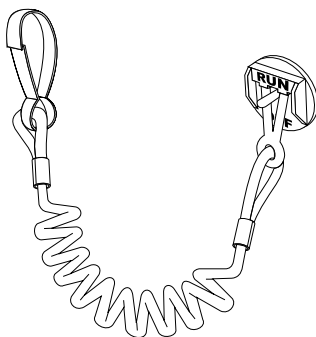

FIGURE 2-10 INTERRUPTEUR TYPE DE COURANT D'ALLUMAGE (INTERRUPTEUR D'ARRÊT D'URGENCE) AVEC CORDE DE RETENUE
13. Nager uniquement dans des lieux sûrs pour la baignade. Ces lieux sont habituellement indiqués par une bouée (figure 2-10). Ne pas nager seul ou à la noirceur.